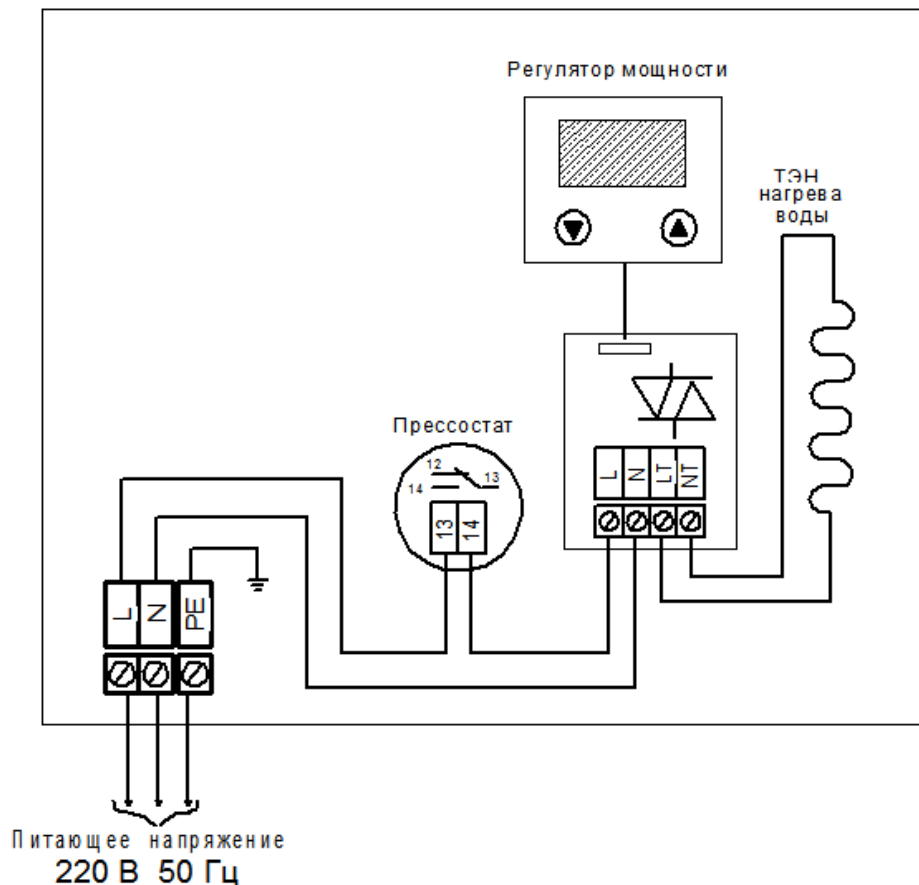

Рис. 3. Электрическая схема подключения запарника.
1.4.5. Электрическая схема подключения запарника на рис. 3.
- Снять переднюю панель основания, пропустить электрический кабель для подключения через кабельный ввод с задней стороны Изделия и через технический зазор в корпусе между баком и наружной стенкой. Выполнить подключения Изделия к электрической сети в соответствии с настоящим Руководством по эксплуатации и электрической схемой (Рис.3). Установить на место декоративную переднюю панель основания.